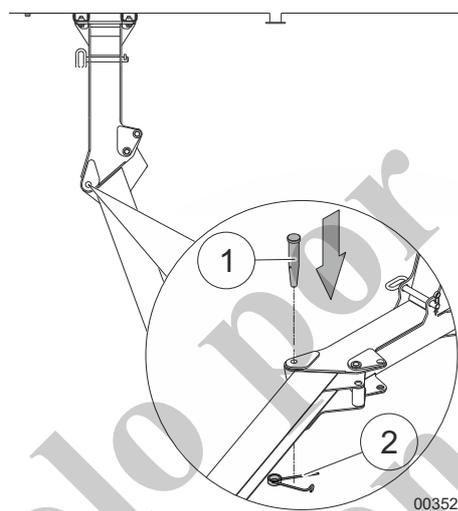

Fig. 201 Empernado de la rampa
- 13 Inserte y sujete firmemente el perno (1, Fig. 201) en la rampa y sujételo firmemente con el resorte de retención (2, Fig. 201).